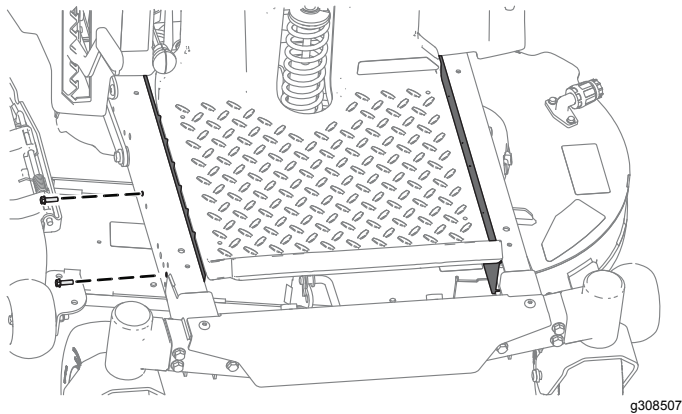

Bild 1
- Entfernen Sie die Schutzvorrichtungen auf beiden Seiten des Rahmens (**Bild 1**).
2. Befestigen Sie die Schutzvorrichtung mit den in 2 Entfernen der Schutzvorrichtungen \(Seite 1\) entfernten Schrauben, wie in Bild 1 dargestellt.